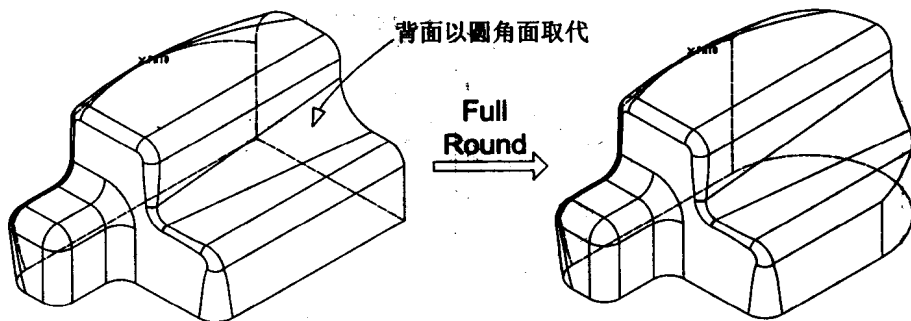

图 1.7
- Full Round: 将选定的面以圆角面取代 (见图 1.7)。